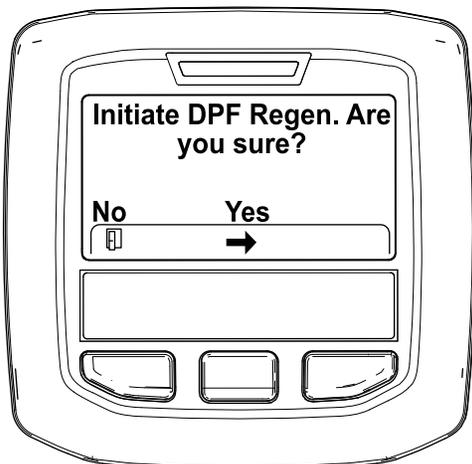

Рисунок 45
4. Когда появится сообщение «Initiate DPF Regen. Are you sure?» («Вы действительно хотите начать регенерацию DPF?»), нажмите среднюю кнопку (Рисунок 45).